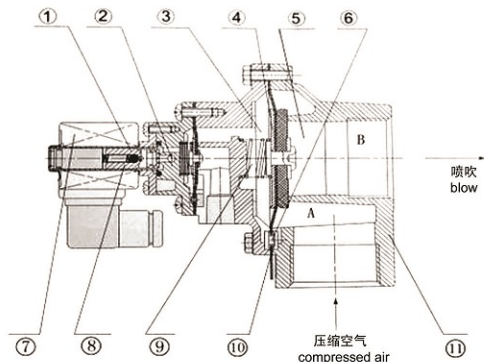

图4 电磁阀示意图
1、脉冲阀：脉冲是电动脉冲，气动脉冲或机动脉冲控制系统的执行机构，如图4，当控制仪无信号时，气包内压缩空气通过节流孔进入脉冲阀背压室C，波纹膜片两侧压力相等，加弹簧压力作用，使喷吹口膜片封闭，当控制仪发出信号时，控制阀接到信号立即放气，使脉冲阀C室气压突然泄气，A室气压将波纹膜片压开，喷吹压缩空气从气包经A室进入B室喷吹，控制信号消失后，C室气压迅速回升，加弹簧压力作用，喷吹即停止。
Fig.4 diagram of pulse valve